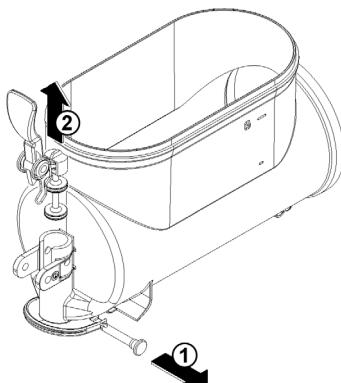

figura 10
- 5** Desarmar el grifo respetando la secuencia indicada (ver figura 10).
3 Armar de nuevo el grifo sobre el contenedor siguiendo la secuencia inversa a la detallada para el desmontaje (verde figura 10).